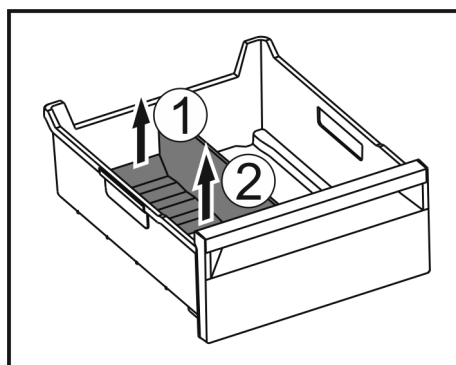

Fig. 102
- Podignite stražnji dio pregrade ladice za led. Fig. 102 (1)
- Izvadite pregradu ladice za led prema gore. Fig. 102 (2)